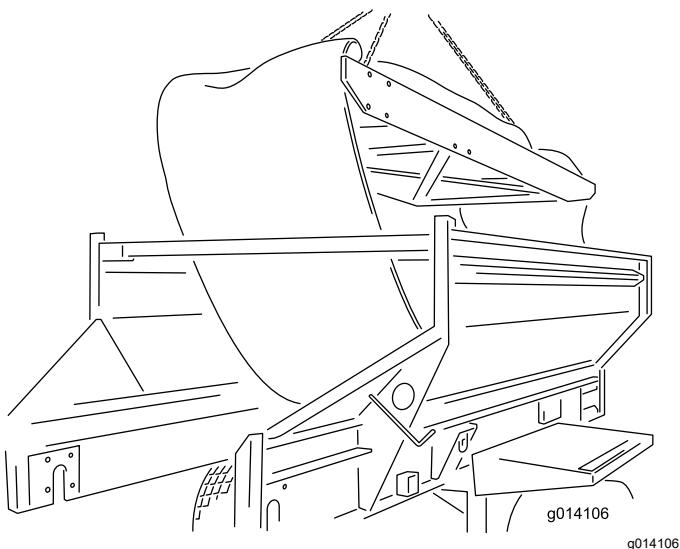

Figure 55
24. Déposez la cassette en la soulevant au dessus de la machine. Placez-la sur le sol (Figure 55).